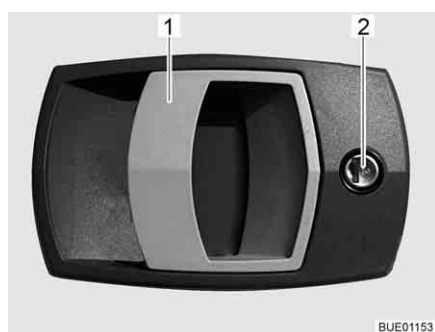

Fig. 31 Serratura della porta di ingresso, lato esterno
- Inserire la chiave nel cilindro della serratura (Fig. 31,2) e ruotare fino a quando la serratura della porta si sblocca.
- Tirare la maniglia della porta (Fig. 31,1). La porta è aperta.
- Inserire la chiave nel cilindro della serratura (Fig. 31,2) e ruotare fino a quando la serratura della porta si blocca.